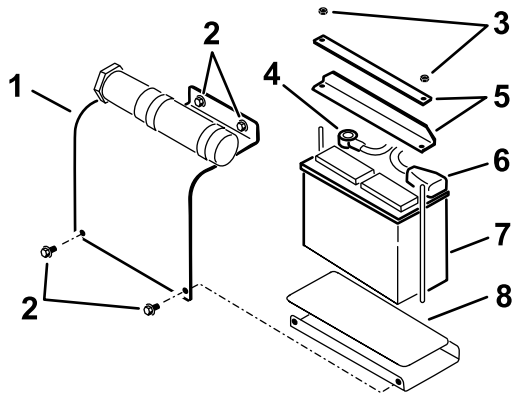

Bild 4
1. Entfernen Sie die vier Schrauben, mit denen die Batterieabdeckung befestigt ist und entfernen die Abdeckung (Bild 4).
2. Entfernen Sie die Muttern und Leisten, mit denen die Batterie befestigt ist (Bild 4).
5. Bauen Sie die Batterie in die Fahrerstation ein Bild 4.
6. Befestigen Sie die Batterie mit den vorher entfernten Leisten und Muttern wieder im Rahmen (Bild 4).
7. Schließen Sie das Pluskabel (rot) am Pluspol (+) an (Bild 4). Schieben Sie die Gummiabdeckung über den Batteriepol.
8. Schließen Sie das Minuskabel (schwarz) am Minuspol (-) an (Bild 4).
9. Befestigen Sie die Batterieabdeckung mit den vier vorher entfernten Schrauben (Bild 4).